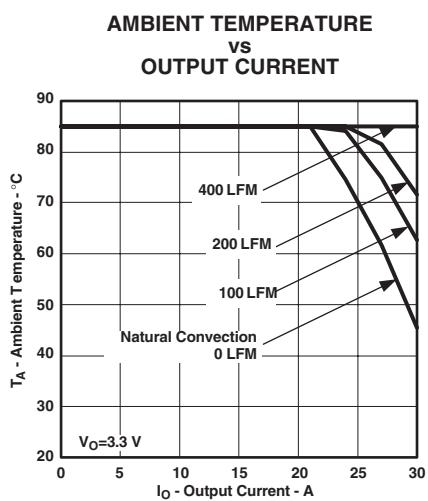
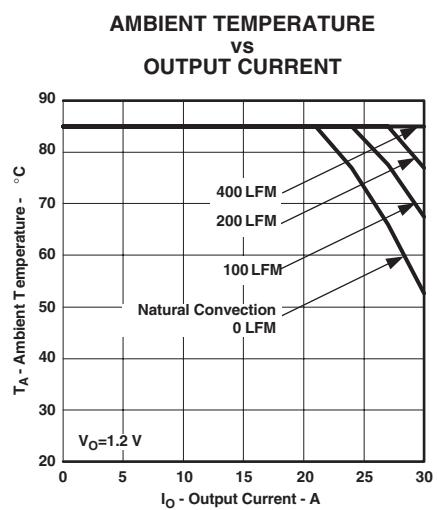

図 4
図 5
(2) 温度ディレーティング曲線は、内部部品の動作温度が弊社指定の最高動作温度以下になる条件を示します。このディレーティング制限は、2オンスの銅を使用した、100mm × 100mmの両面基板に直接半田付けされたモジュールに対して適用されています。以上は図4、図5に適用されます。